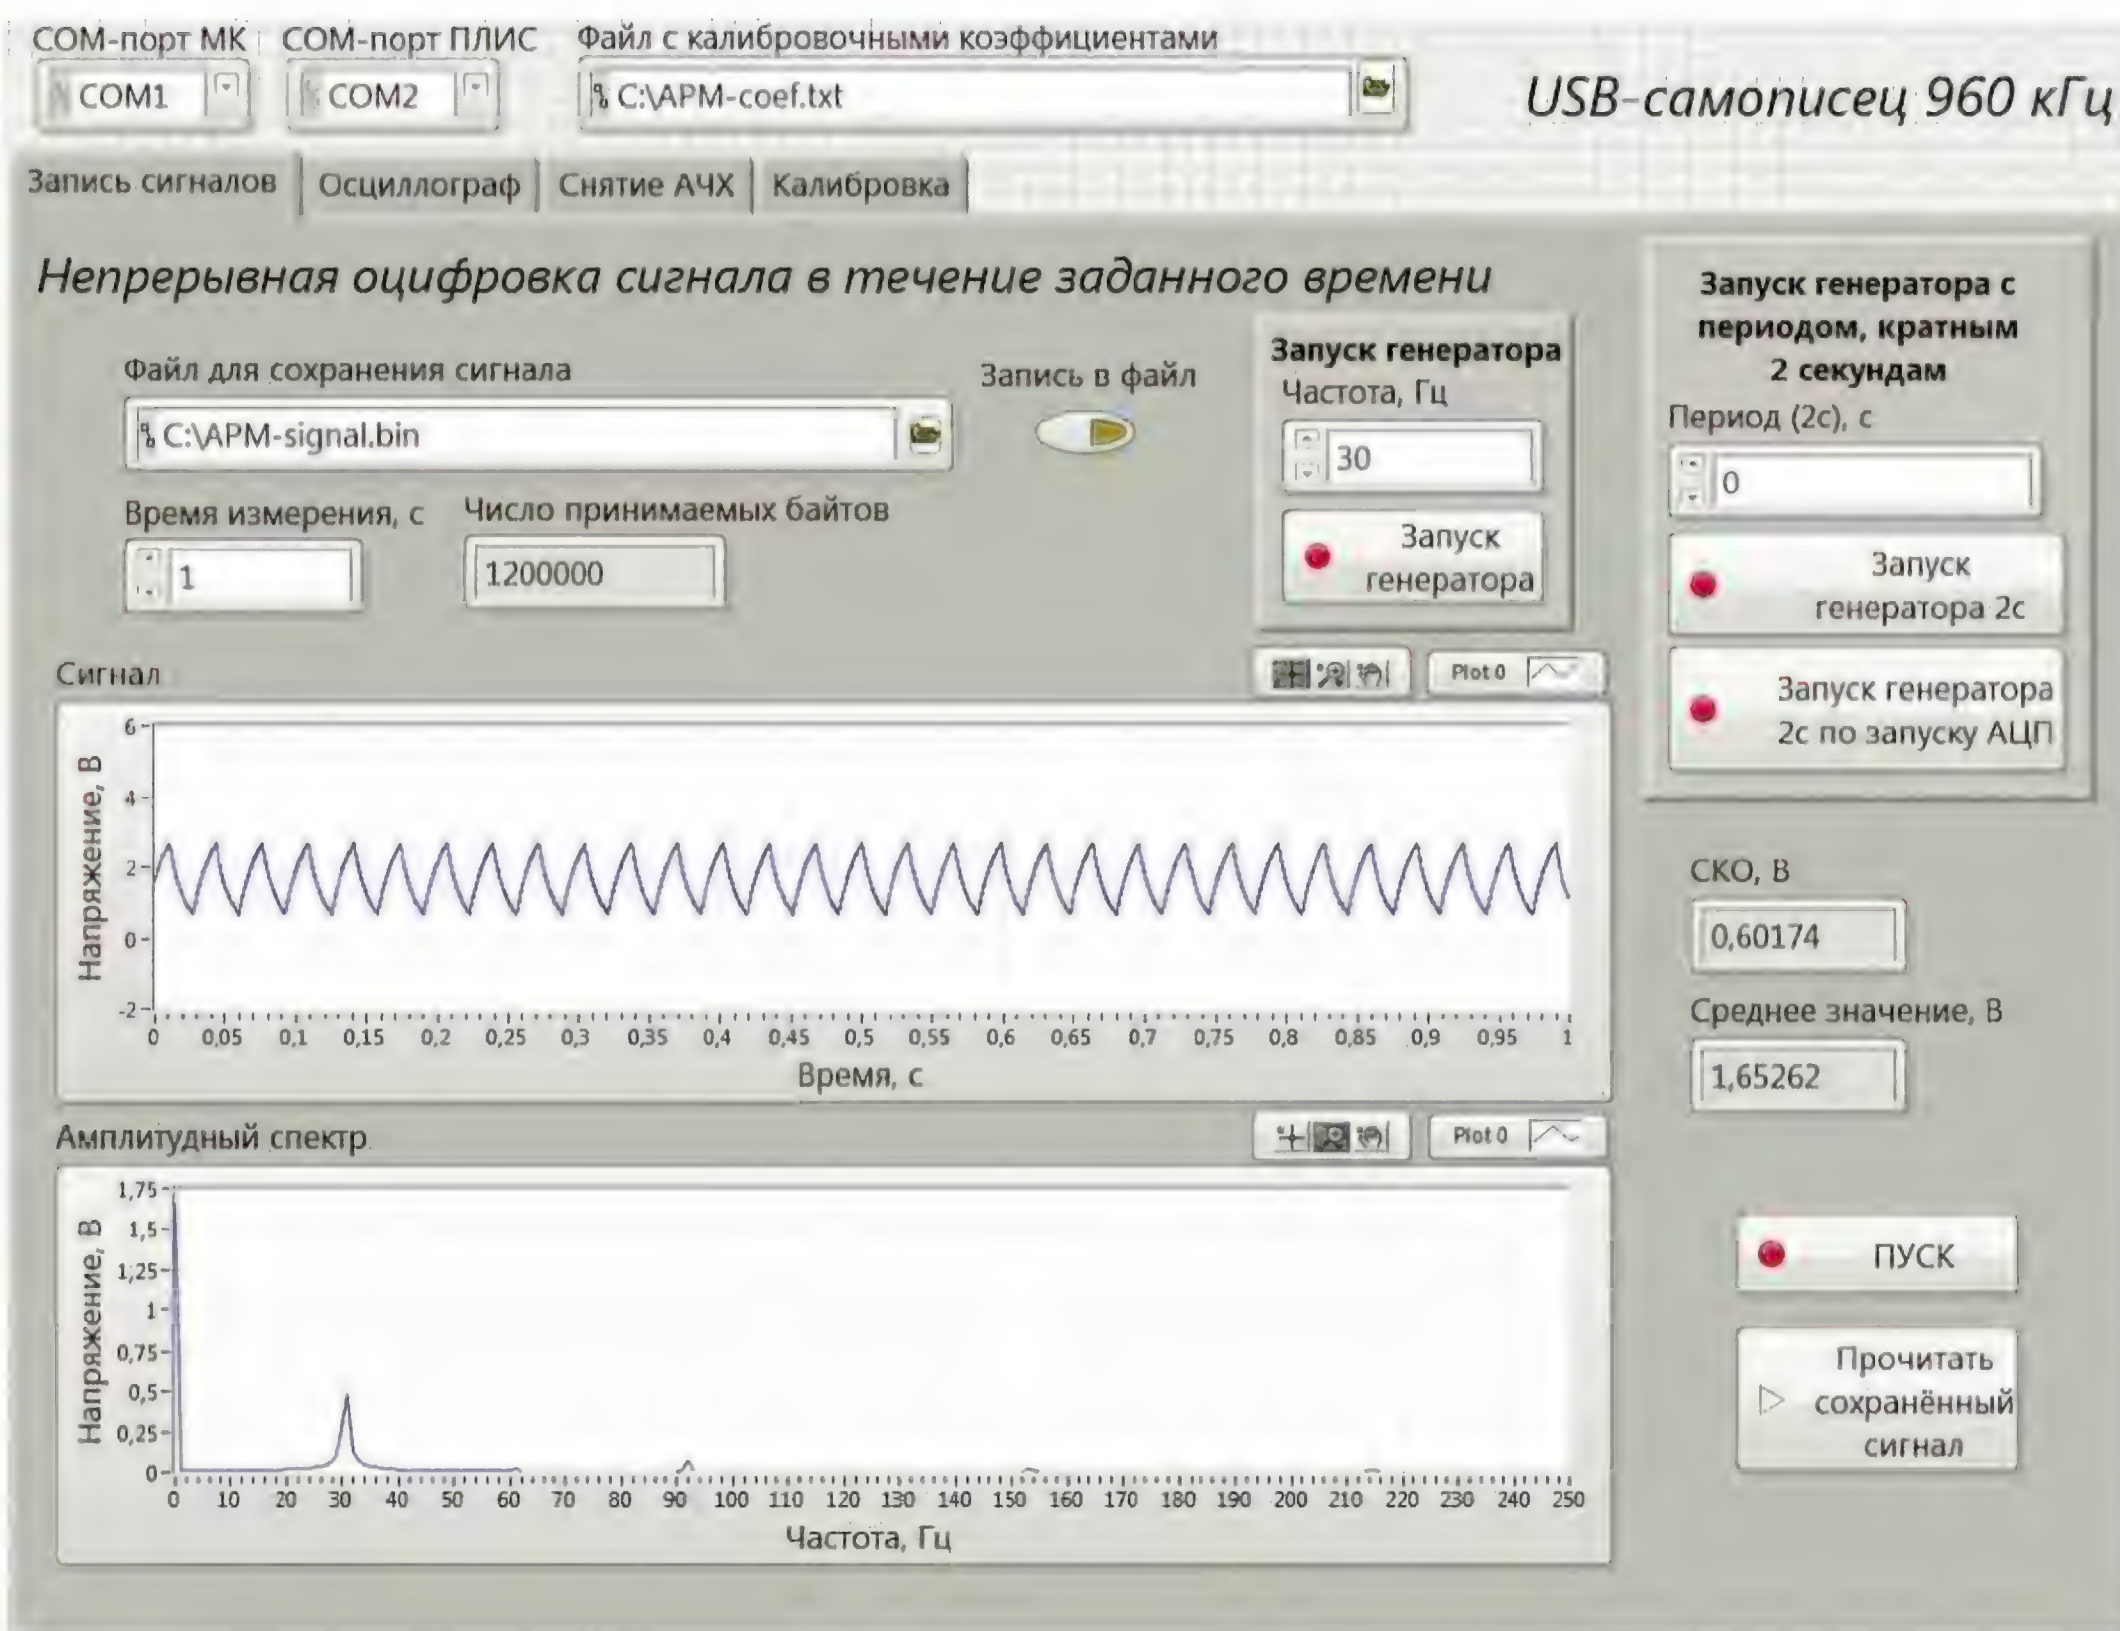

Рис. 8
**Вкладка "Запись сигналов"** показана на **рис. 8**. При нажатии на кнопку "ПУСК" начинается приём отсчётов исследуемого сигнала в течение времени, заданного в поле "Время измерения, с". Для этого разрешается передача информации из ПЛИС — в ВП ACPPLISUC\_IOPLIS записывается значение 128. Собственно чтение выполняется с помощью ВП ACPPLISUC\_ADCDATA, в качестве параметра которого задаётся время измерения. Этот ВП запрашивает информацию передачей нулевого байта и читает её в течение заданного времени. По его истечении передача запрещается записью нулевого значения в ВП ACPPLISUC\_IOPLIS.